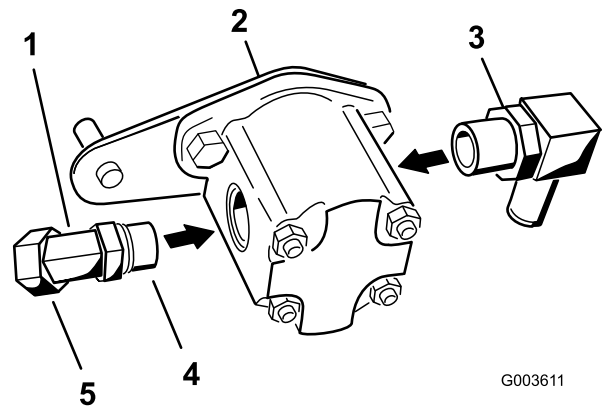

Figure 17
2. Montez le raccord coudé à 45° sur le côté de la pompe hydraulique (Figure 17).